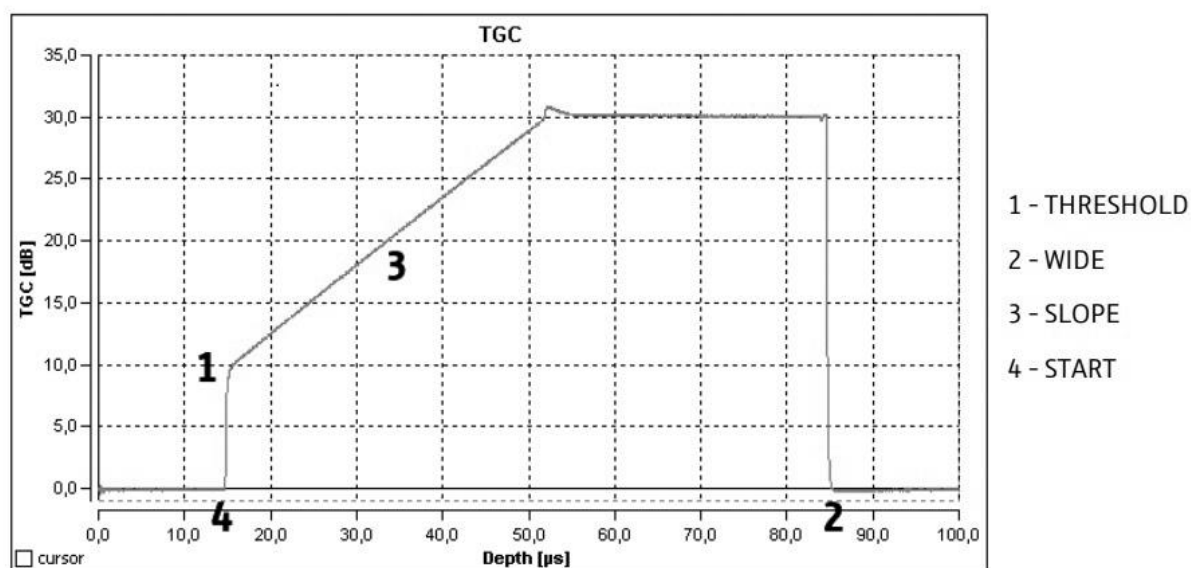

Рис. 15. Диаграмма усиления TGC в окне программы GS-EchoView
Программное обеспечение GS-EchoView отображает текущие параметры TGC на отдельной панели в виде ломаной линии (рисунок 15). Во всех режимах работы прибора этот график можно вывести на экран параллельно с диаграммой А-скана.
5. С помощью курсора по графику зависимости усиления от времени (рисунок 15) определите коэффициенты усиления  $TGC(t)$  в те моменты времени  $t$ , когда на приёмник поступают сигналы, найденные на шаге 3.